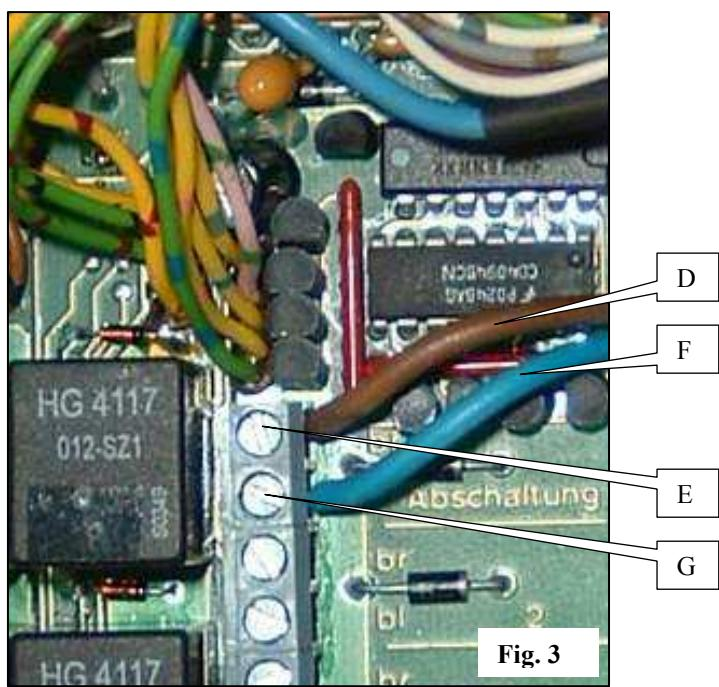

Fig. 3
-Brancher le fil marron D sur la borne 'br' de la coupe n°1 E (fig. 3)
-Brancher le fil bleu F sur la borne 'bl' de la coupe n°1 G (fig. 3)
-Connect **brown** wire D to the 'br' terminal of cutter n°1 E (fig. 3)
-Connect **blue** wire F to the 'bl' terminal of cutter n°1 G (fig. 3)
-Verbinden Sie den **braunen** Draht D mit dem '**br'**-Pol der Reihenabschaltung Nr. 1 E (Abb. 3)
-Verbinden Sie den **blauen** Draht F mit dem '**bl'**-Pol der Reihenabschaltung Nr. 1 G (Abb. 3)
- Sluit de **bruine** draad D aan op de eindpool '**br'** van de onderbreker n°1 E (fig. 3)
- Sluit de **blauwe** draad F aan op de eindpool '**bl'** van de onderbreker n°1 G (fig. 3)
- Conectar el hilo **marrón** D con el borne '**br**' del corte n° 1 E (fig. 3).
- Conectar el hilo **azul** F con el borne '**bl**' del corte n° 1 G (fig. 3).
-Attaccare il filo **marrone** D all'estremità '**br**' del taglio n°1 E (fig. 3)
-Attaccare il filo **blu** F all'estremità '**bl**' del taglio n°1 G (fig. 3)